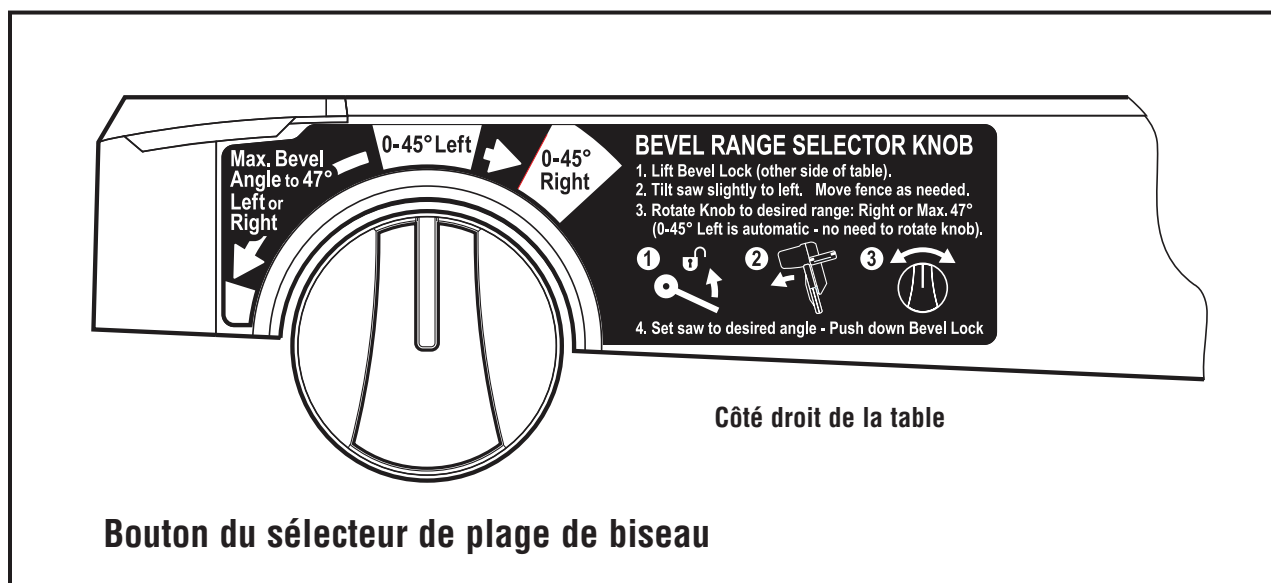

Figure 49. Bouton du sélecteur de plage de biseau – Côté droit de la table
**Bouton du sélecteur de la plage de biseau** – Cette scie a une commande avant du côté droit du bras de la table. Elle est appelée bouton du sélecteur de plage de biseau (Bevel Range Selector Knob) (article 41 – page 117). Elle est liée aux butées et aux mécanismes de verrouillage à l'arrière qui contrôlent la capacité de positionnement rapide et précis de l'outil afin de réaliser des coupes en biseau. Il y a des butées positives aux angles importants (45° à gauche, 0° (à la verticale) et 45° à droite (voir Figure 49)).